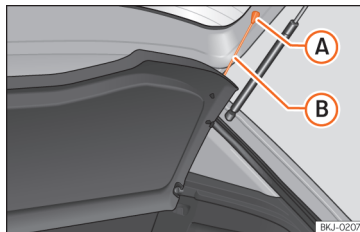

Abb. 126 Im Gepäckraum: Gepäckraumabdeckung aus- und einbauen.
- Hängen Sie die Haltebänder » » » **Abb. 126** **B** aus den Aufnahmen **A** aus.
- Hängen Sie die Haltebänder » » » **Abb. 126** **B** an der Heckklappe ein. » »